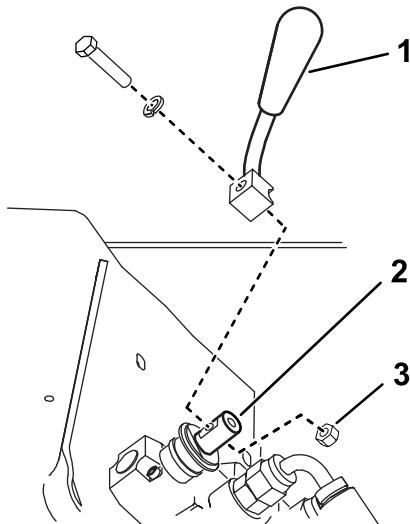

Рисунок 3
- Прикрепите рычаг к клапану переключения передач с помощью болта, стопорной шайбы и гайки, как показано на Рисунок 3.